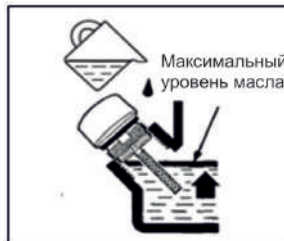

Рис. 5
3. Через маслозаливную горловину залейте моторное масло в картер двигателя до уровня нижней кромки маслозаливной горловины (рис. 5);